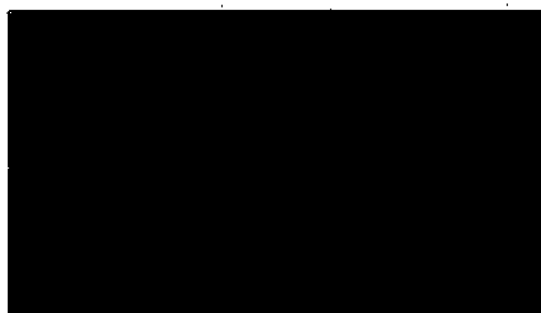

Рисунок 85. График Леви-Дженнинга
- Иконка View: позволяет визуализировать график Levey-Jennings (Рисунок 85). Значок присутствует только в том случае, если данные, относящиеся к 2 или более анализам одной и той же партии КК присутствуют в архиве
График Леви-Дженнинга (Рисунок 85) показывает значения среднего значения 'Avg', стандартного отклонения 'Dev' и коэфф. отклонения 'Dev' и коэффициент вариации в процентах 'CV%'.